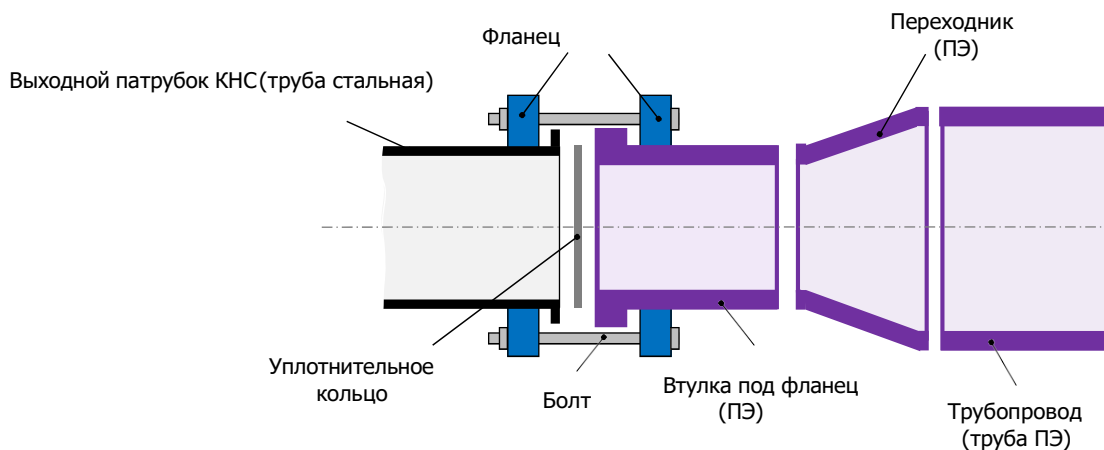

Рис. 12. Соединение с помощью фланцев
3. Труба из нержавеющей стали (выходной патрубок) и труба внешней сети из ПЭ, соединённые с помощью фланцев. Схема стыковки показана на рис. 12.